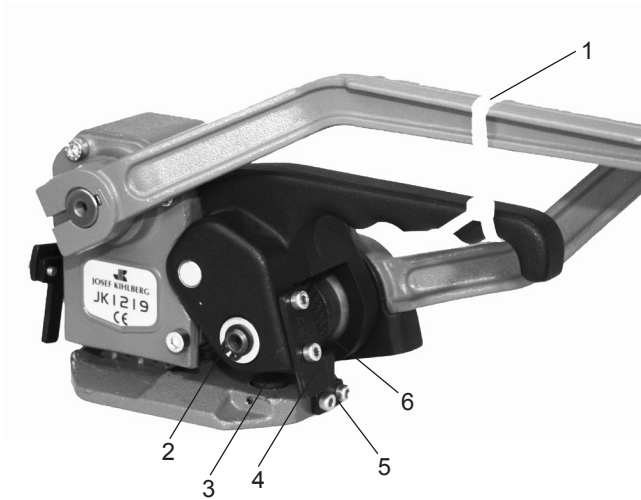

Fig. 10
- Mit Hilfe eines Kabelbinders (Fig. 10/1) oder ähnlich, Wippenhebel in der gezogenen Position sichern.